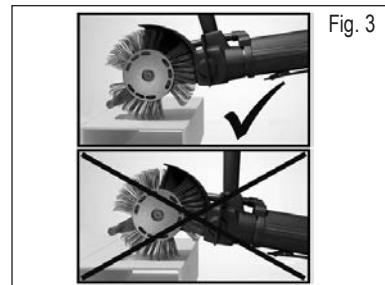

Fig. 3
8. For at opnå optimal effekt skal accelerationsstaven føres tæt hen over overfladen. Er accelerationsstavens afstand til overfladen for stor, aftager effekten mærkbart. Se fig. 3.